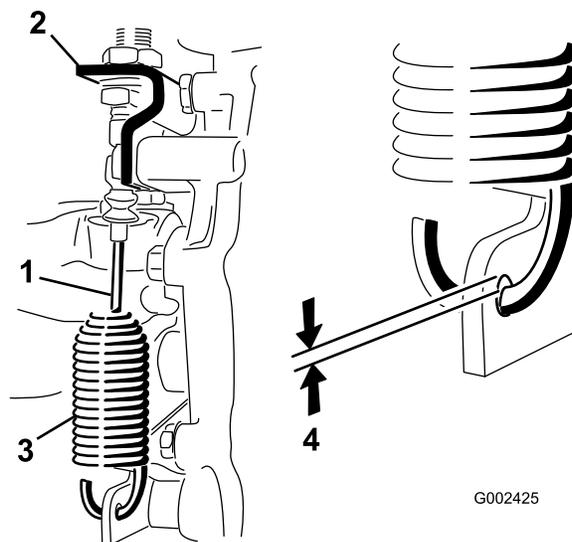

図 55
2. デファレンシャルロックケーブルをトランスアクスルのブラケットに固定しているジャムナットをゆるめる 図 55。